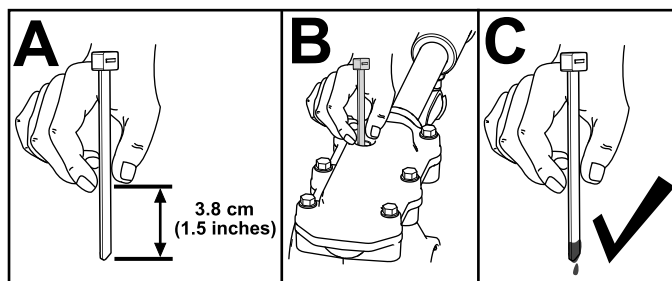

Figure 39
3. Contrôlez le niveau d'huile au moyen d'un dispositif de mesure adéquat, par exemple un serre-câble propre. L'huile doit se trouver à environ 3,8 cm (1,5 po) en dessous de l'ouverture de remplissage (Figure 39).